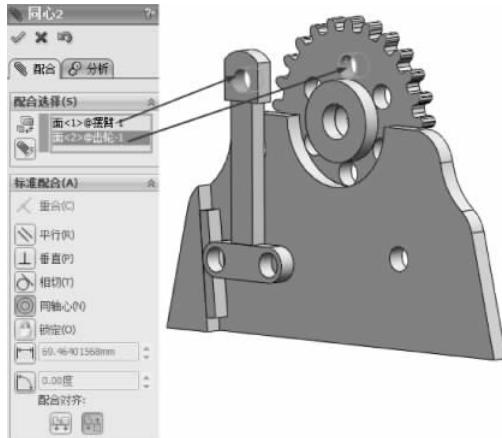

图 3-140 同轴心配合
(3) 单击【装配体】工具栏中的【配合】按钮 ，弹出【配合】的属性设置。选择【标准配合】选项组下的【同轴心】配合类型 ，在【要配合的实体】选择框 中选择如图 3-140 所示的面，其他保持默认，单击【确定】按钮 ，完成同轴心配合。